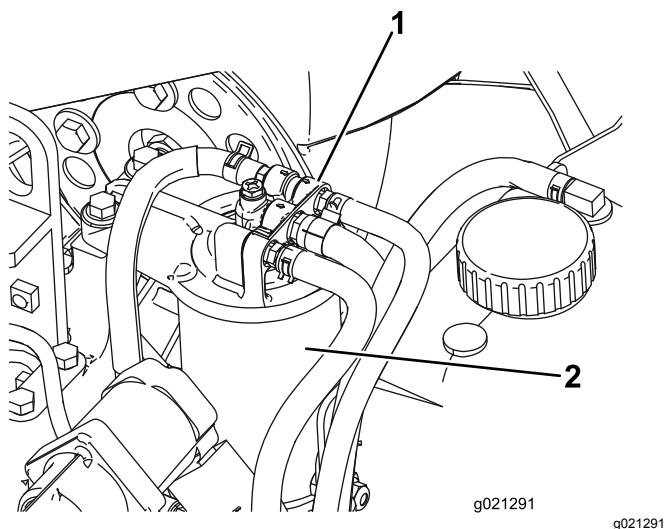

Рисунок 82
2. Очистите поверхность вокруг головки топливного фильтра (Рисунок 82).
3. Снимите фильтр и очистите монтажную поверхность головки фильтра (Рисунок 82).